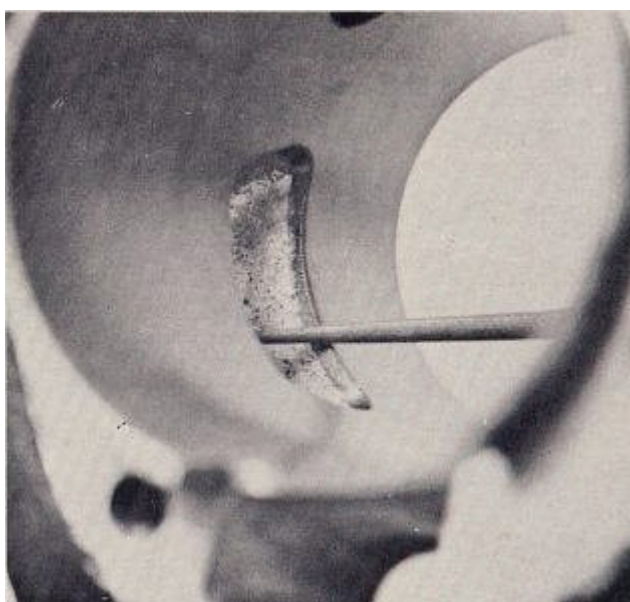

FIG. 65
7. Después de aburrido y bruñido, todos los puertos deben ser biselados o redondeados, donde entran en el cilindro. Bisel todas las aristas de puerto con un .020 "de radio. Esto se puede hacer con un aire de pequeña o eléctrico molino o un archivo de un maquinista enganchado muy pequeña (Fig. 65). Si un molino pequeño se utiliza, tenga mucho cuidado de no dejar que resbalar y rayar la pared del cilindro. biselado Este es muy necesario, ya que evita que los anillos de captura en los puertos como el pistón les pasa.